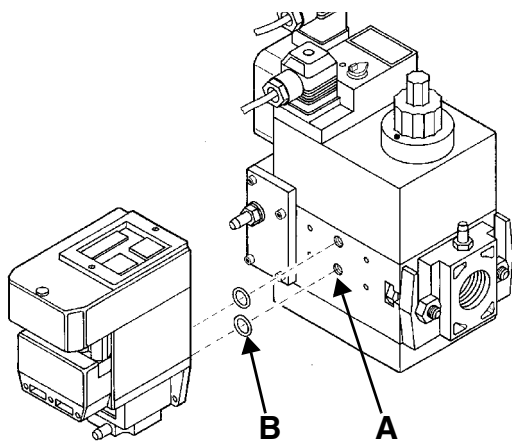
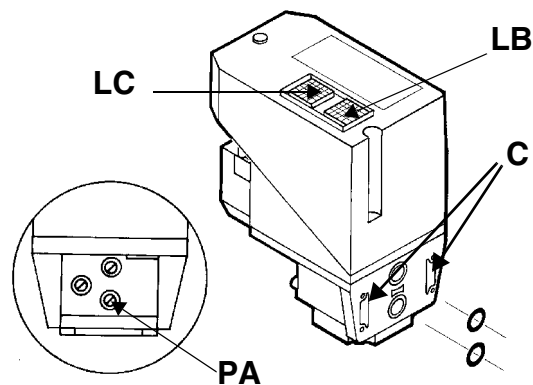

Рис. 15
Рис. 16
- 3). снять крепежные винты группы Multibloc (Рис. 15-A)
- 4). вставить уплотнительные кольца (10,5x2,25) в VPS 504 (Рис. 16-В, Рис. 15-В)
- 5). закрутить 4 винта блока контроля герметичности (М4х16) Рис. 15-С.
Для проверки работы, подсоедините манометр к штуцеру для отбора давления PA (Рис. 16). Если проверка завершилась положительно, через несколько секунд загорается жёлтая лампочка **LC** (желтая). В противном случае загорается красная лампочка блокировки **LB**. (красная). Чтобы перезапустить горелку, необходимо разблокировать блок управления нажатием на светящуюся кнопку **LB**.